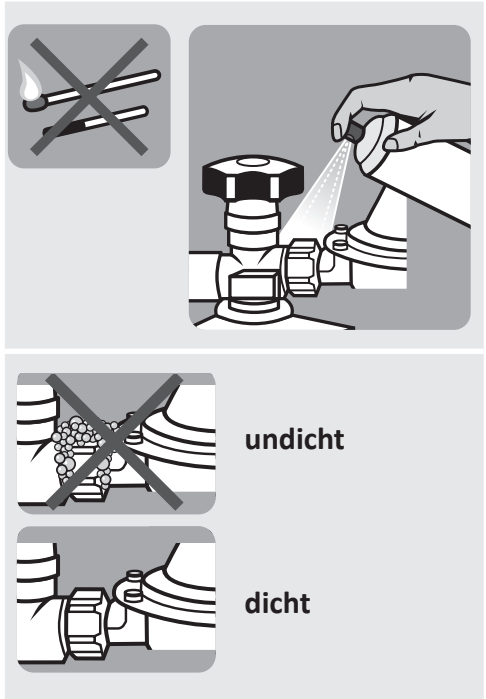

Abb.3: Dichtheitsprüfung
4. Besprühen Sie nun sämtliche Verbindungen vom Flaschenventil der Gasflasche bis zum Gashahn des Gerätes mit dem Leckspray. Alternativ: Tragen Sie den Schaum mit einem Schwamm oder Pinsel auf. Achten Sie darauf, dass sämtliche Verbindungen vom Flaschenventil bis zum Gashahn des Gerätes mit Schaum bedeckt sind. Dort, wo sich Blasen bilden, liegt eine Undichtheit vor (siehe Abb. 3).